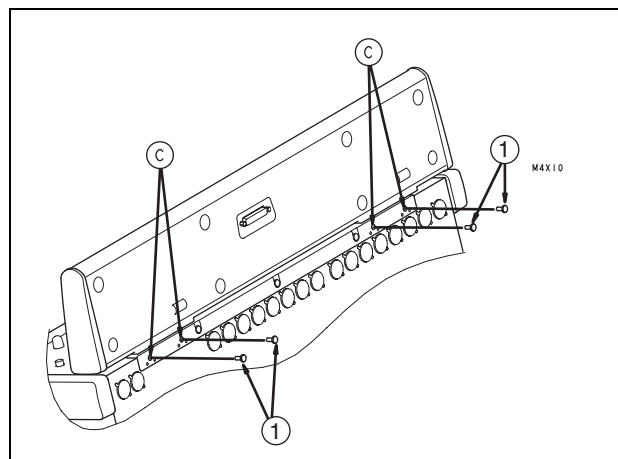

Abb. 2: Die MU-1000 auf dem Digitalmischpult befestigen
- 2 Halten Sie die MU-1000 in dieser Position fest, und schrauben Sie die mitgelieferten Schrauben (M4 x 10) (1) in die vorgesehenen Gewindebohrungen des Mischpults (C, siehe Abbildung 2 unten).